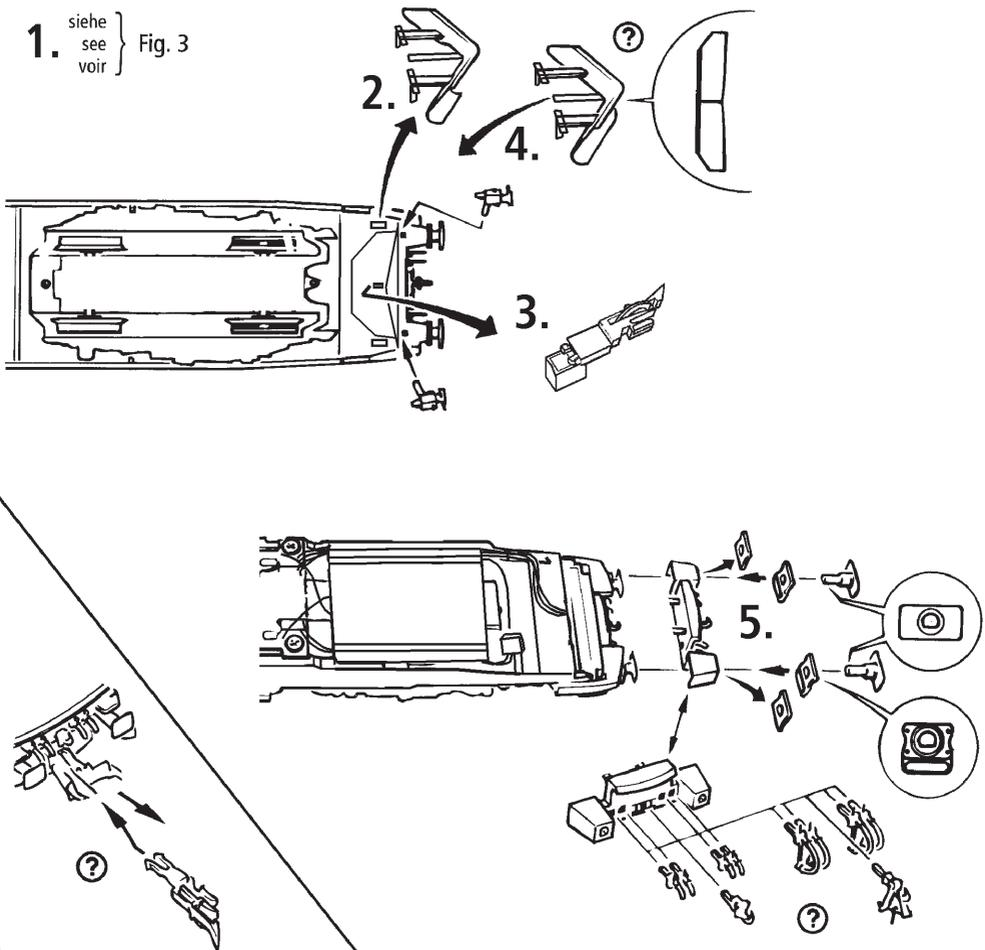

Fig. 3
2. Schmierung: Versehen Sie die im Schmierplan in Fig. 6 gekennzeichneten Stellen mit nur **kleinen Öltropfen**. Dazu zuerst das Lokgehäuse abnehmen (Fig. 3). Wir empfehlen den ROCO **Öler Art.-Nr. 10906**. Fürs Schmieren der Getriebeteile (Zahnräder, Schnecke) empfehlen wir das ROCO-**Spezialfett Art.-Nr. 10905**. Im Falle der Schmierung diese Teile **nicht ölen**.
4. Kohlebürstenwechsel: Lokgehäuse abnehmen (Fig. 3). Danach wird der Motor ausgebaut und die Kohlebürsten ausgewechselt (Fig. 7).
4. Remplacement des balais du moteur: Démontez la caisse (voir fig. 3). Démontez ensuite le moteur et échangez le balais (fig. 7).
2. Lubrication: Apply **tiny oil drops** to spots marked in fig. 6. Prior to lubrication dismantle locomotive (fig. 3). We recommend using item no. **10906, Roco oiler**. For lubrication the gear-parts (e.g. cog-wheels, worm) we would recommend our Roco **special grease** (item no. **10905**).
4. Carbon Brush Changing: First remove loco body (fig. 3), and then the motor (fig. 7).
voir } Fig. 3